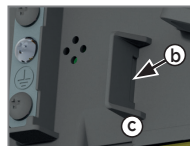

FIG. 28
- Certifique-se que os cabos estejam devidamente posicionados na saída inferior da tampa metálica de proteção (Fig. 28).